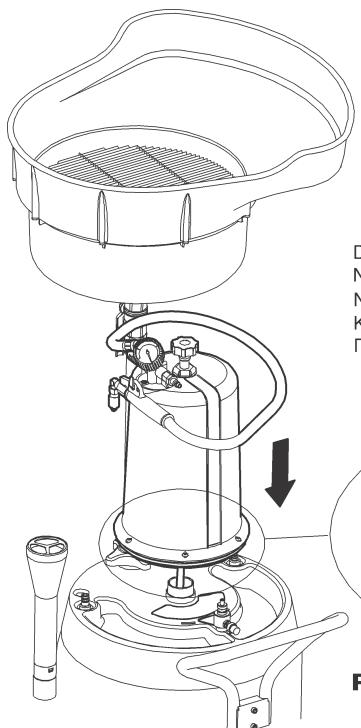

Fig. 4
- Mount the inspection chamber, tightening it well with the flange. Orientate the chamber as in figure 4.
- Monter le bol de pré-vidange à l'aide de la bride. Tourner le viseur comme il est indiqué sur la fig. 4.
- Den transparenten Behälter montieren und dicht mit dem Flansch verbinden. Bild 4.
- Установить смотровую камеру, надежно закрепив ее с помощью фланца. Расположить камеру так, как показано на (рис. 4).